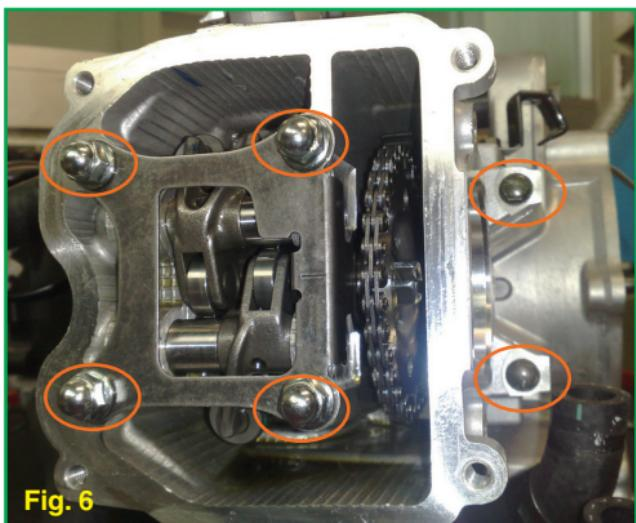

Fig. 6
- Togliere le due viti M6 (Fig. 6) che fissano la testa al basamento.
- Allentare i quattro dadi M6 (Fig. 6) di $\frac{1}{2}$ giro.